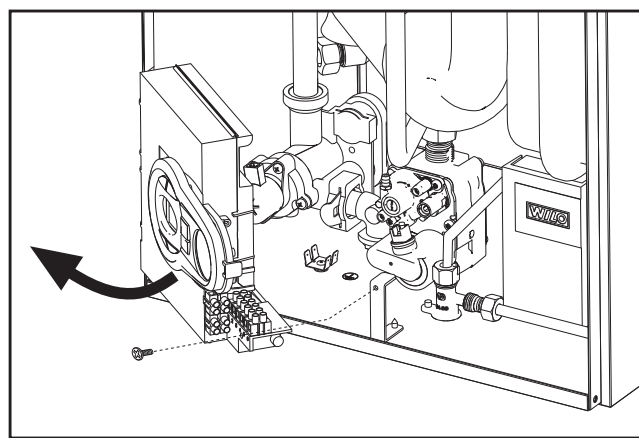

рис. 22
2. Открутите винт и поверните панель управления (см. рис. 22).